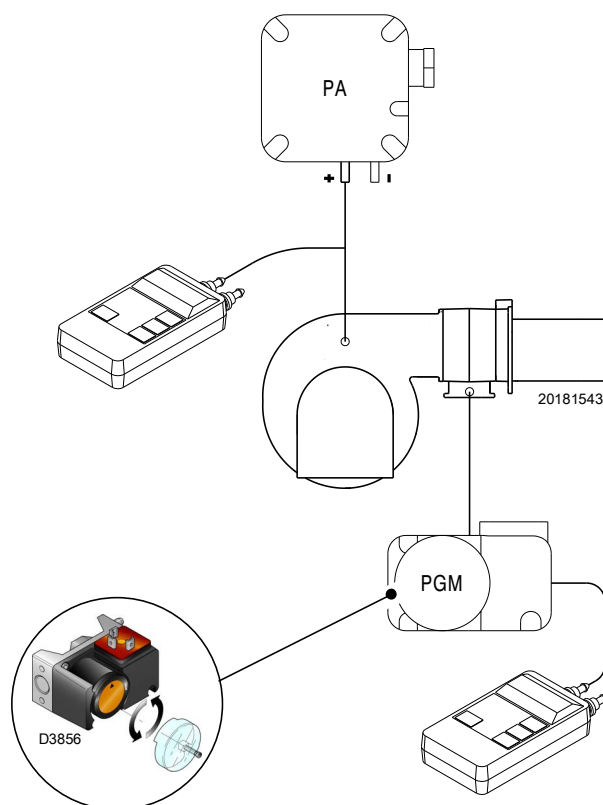

图 30
- 调节最小燃气压力开关 (图 30 页 35) 至量程的起始位置。
在完成所有其他燃烧器调整后，调整最大气体压力开关（图 30），并将最大气体压力开关设置在刻度的末端。